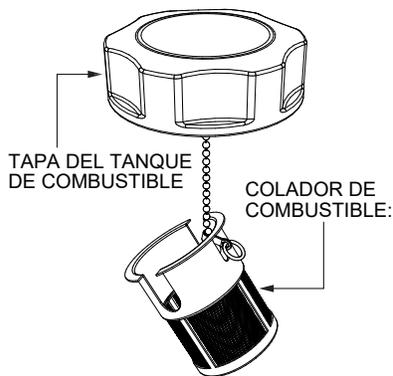

Figura 55. Colador de combustible
3. Quite, inspeccione y limpie el colador de combustible (Figura 55) con disolvente.